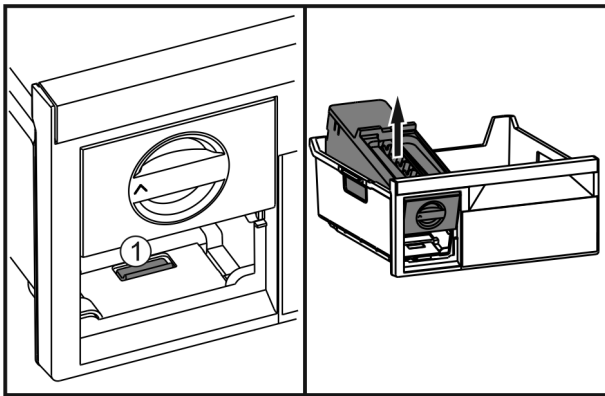

Fig. 42
- ▶ Lasche Fig. 42 (1) drücken, EasyTwist-Ice von hinten anheben und aus dem Gefrierschubfach herausnehmen.